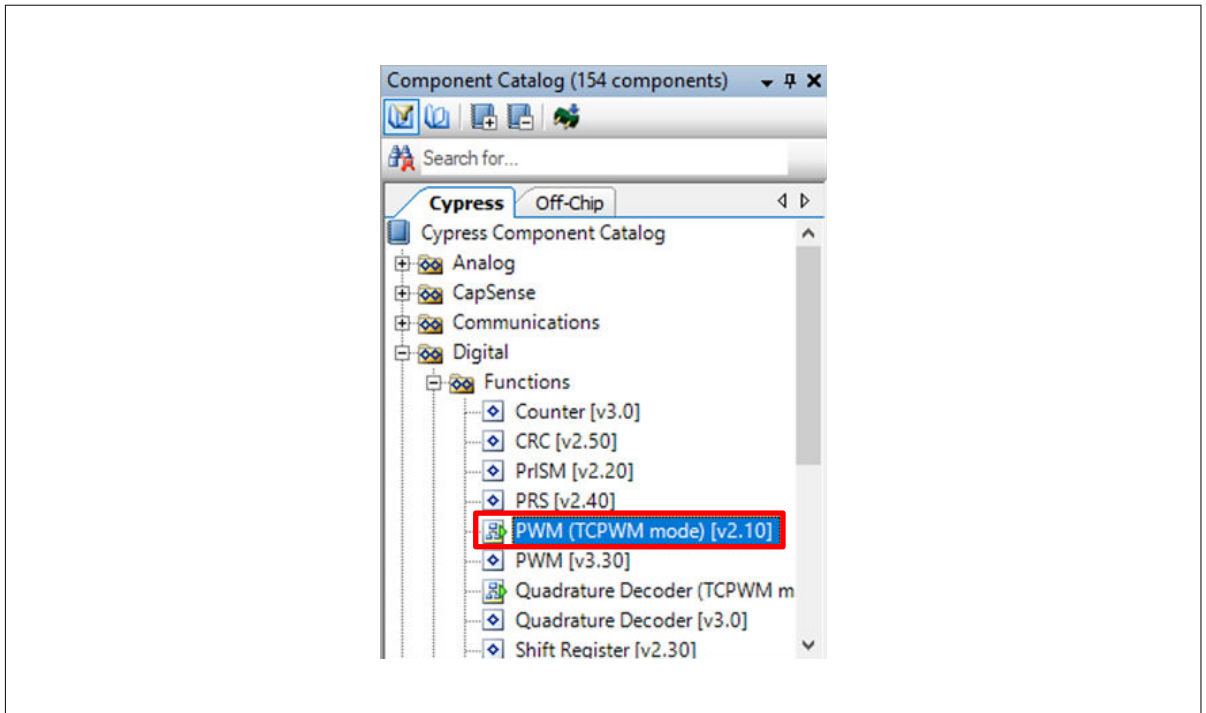

図 38 PWM コンポーネントの配置
6. 図 38 に示すように、Component Catalog から回路図に 1 つの PWM (TCPWM mode) コンポーネントをドラッグしてください。